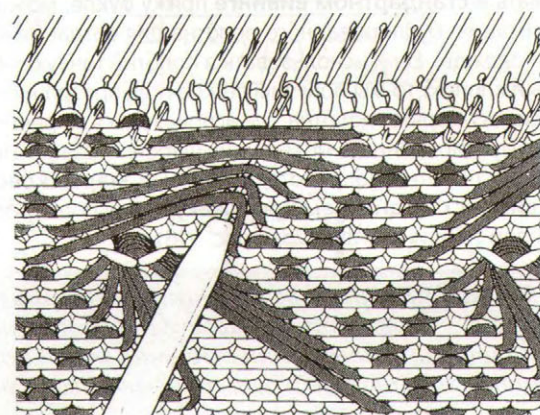

рис. 16
1. Наклонный подъем протяжек за один прием (рис. 16):